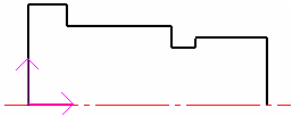

图 4-126 绘制直线
3) 系统提示：第一点（切点，垂足点），要求输入直线的第一点，输入坐标（0，0），系统提示输入第二点，连续输入坐标为（0，21），（8，21），（8，16.5），（30，16.5），（30，12），（35，12），（35，14），（50，14），（50，0），单击鼠标右键完成直线绘制，如图 4-126 所示。